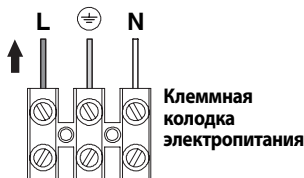

Рисунок 5.24
- Подсоедините токопроводящий кабель, идущий от всеполюсного выключателя, к клеммной колодке электрического питания котла (Рисунок 5.24), соблюдая соответствие линии (коричневый провод) и нейтрали (голубой провод).